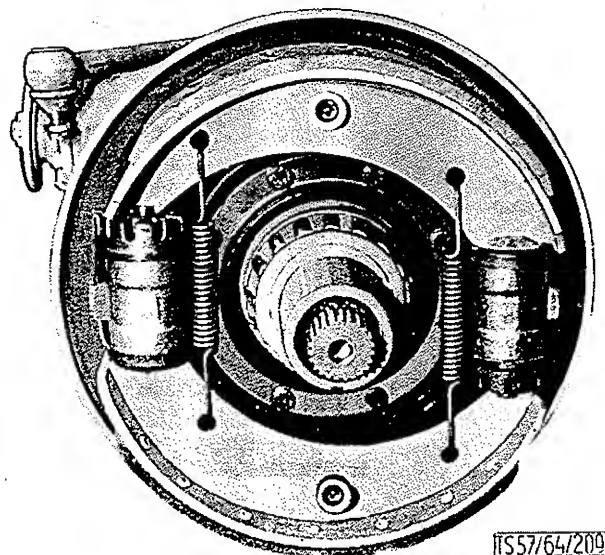

BILD 19: Lage der rechten Bremsbacken
6. Bremsbacken gemäß Bild 19 einsetzen und Rückzugfeder sowie Bremsbackenhalterung einhängen.
3. Die Doppelgelenkwellen (Bild 19) nicht zerlegen, sondern in einer Vertragswerkstätte der Firma GWB instandsetzen lassen.